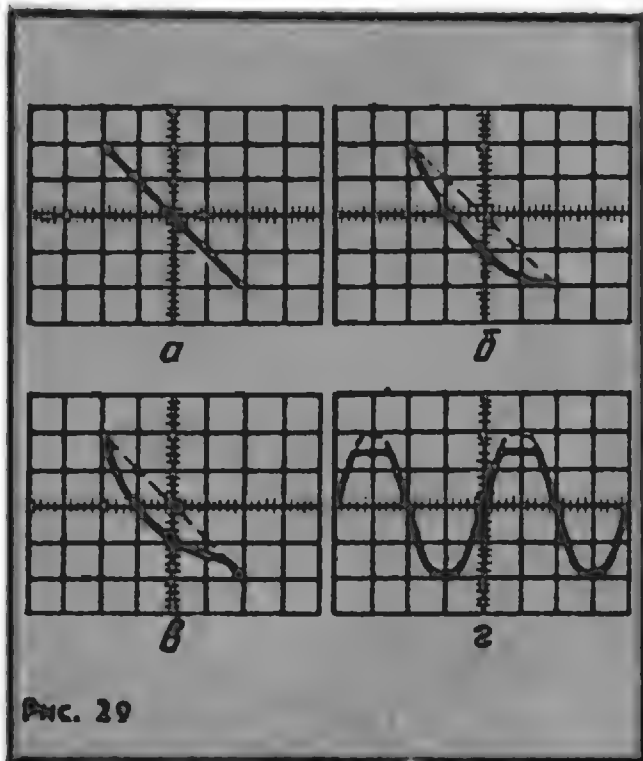

Рис. 29
А теперь подключите входной щуп осциллографа ко входу усилителя, а гнездо горизонтального входа соедините с эквивалентом нагрузки (рис. 28) — вы сможете проверить наличие амплитудных искажений, как делали с предыдущим усилителем. Правда, выходной сигнал этого усилителя значительно возрос, поэтому в цепь проводника от гнезда горизонтального входа придется включить переменный резистор R_1 сопротивлением 68 или 100 кОм и подобрать им такой сигнал на горизонтальном входе осциллографа, чтобы длина линий по горизонтали и вертикали была одинаковой. Тогда на экране появится прямая наклонная линия (рис. 29, а). Увеличивая входной сигнал усилителя, сможете наблюдать, как линия начнет «прогибаться» (рис. 29, б), а вскоре на одном конце ее появится загиб (рис. 29, в).
Если переключить входной щуп осциллографа на резистор нагрузки и включить внутреннюю развертку (отпустить кнопку «Разв.— Вх. Х» (10), увидите искаженный сигнал (рис. 29, г). Уменьшением входного сигнала добейтесь неискаженного изображения, а затем вновь переключите осциллограф в режим проверки амплитудных искажений — на экране увидите прямую линию (рис. 29, а).